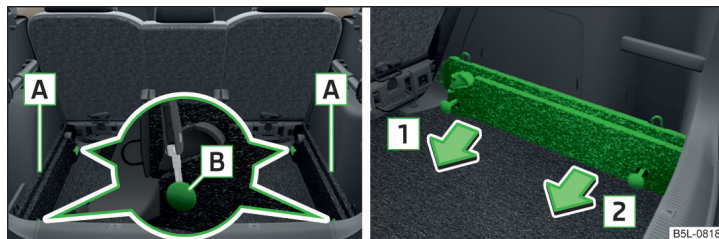

Fig. 113 Eliberarea punctelor de asigurare/Scoaterea șinelor
- › Slăbiți punctele de asigurare **B** » fig. 113 ale șinelor portante, cu cheia, respectiv cu o șurubelniță plată.
- › Pe fiecare șină, apăsați ambele puncte de asigurare **B** » fig. 113, până la limită.